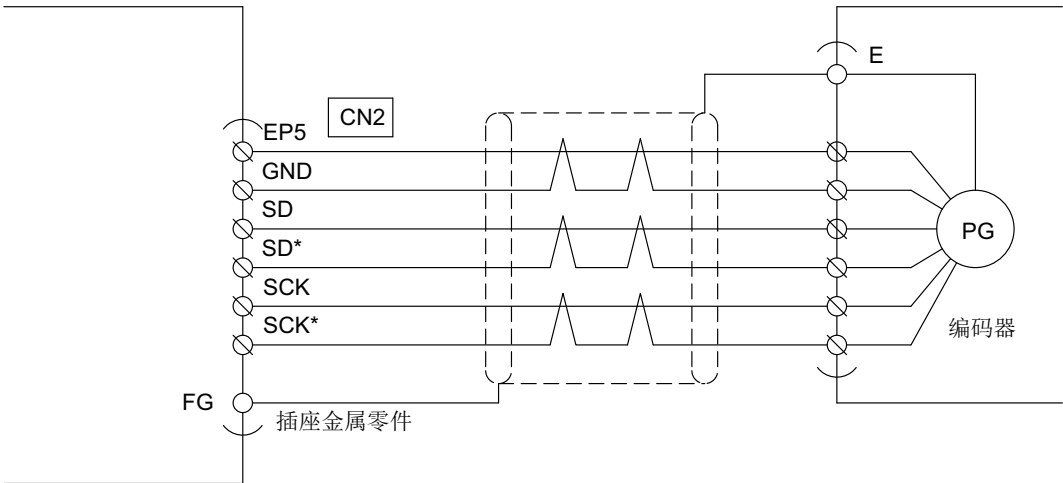

图3-2 串行编码器连接图
- 注 6:使用串行编码器时的连接， 请参照 「图 3-2 串行编码器连接图」。